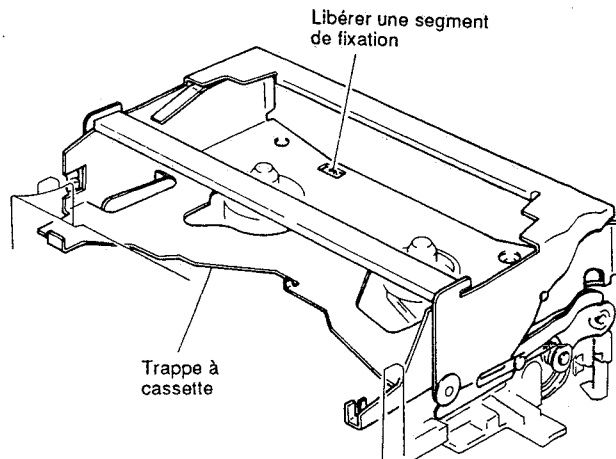

Fig. 3-2
- 1) Retirer la (1) vis de fixation qui immobilise la carte de circuits imprimés de détecteur de débit.
- 2) Libérer le (1) segment de fixation et relever la trappe à cassette. (Se reporter à la figure 3-2)